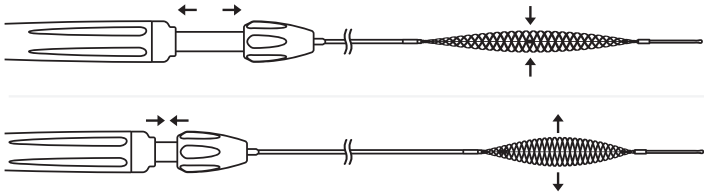

Figure 2 - Actionnement de la poignée
3. S'assurer que Cascade fonctionne correctement en actionnant la poignée et en vérifiant que le diamètre correspondant change dans le filet tressé (voir Figure 2).